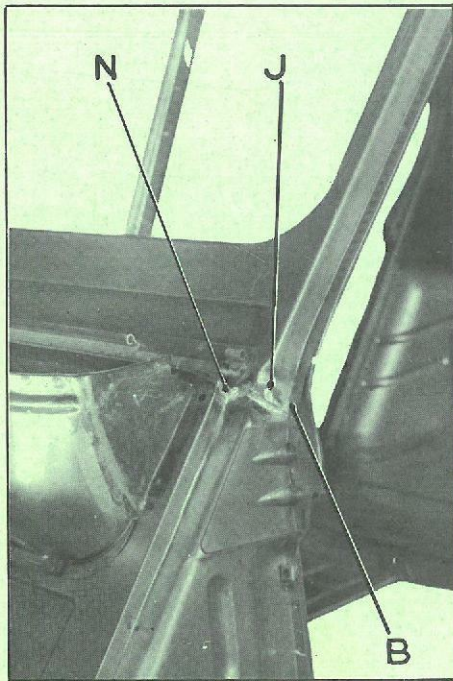

Fig. 3
- J et symétriquement (fig. 3).
- BN et symétriquement (fig. 3).
- J " (fig. 3).